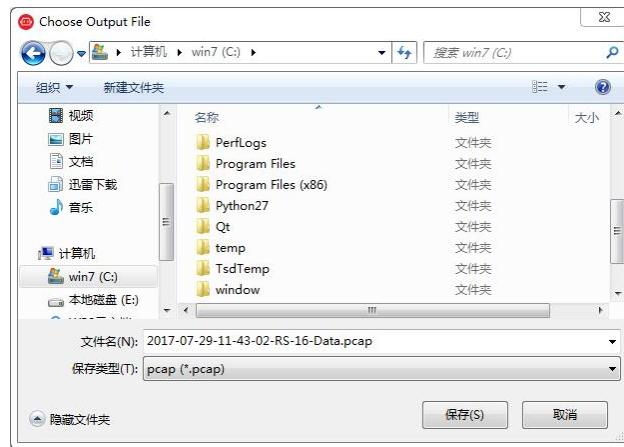

图 C-5 RSView 保存对话框
- 在弹出的 **Choose Output File** 对话框中，选择需要保存的路径和保存的文件名后，点击“保存 (S)”按钮(图 C-5)。RSView 将开始将数据包文件写入目标 pcap 文件中。(注意：RS-Helios 将会产生大量的数据，随着记录时间变长，目标 pcap 文件将会变大。因此最好将记录文件保存到 HDD 或者 SSD 中，而不是保存到较慢的 USB 设备或者用网络保存)。